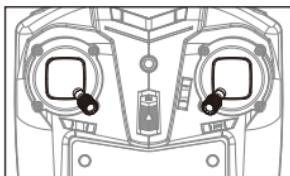

图7
1. 正常起飞：启动电机，将左/右控制杆同时向内推至45°斜角启动电机（图7），向上推动左控制杆让飞行器飞到指定高度后松手。